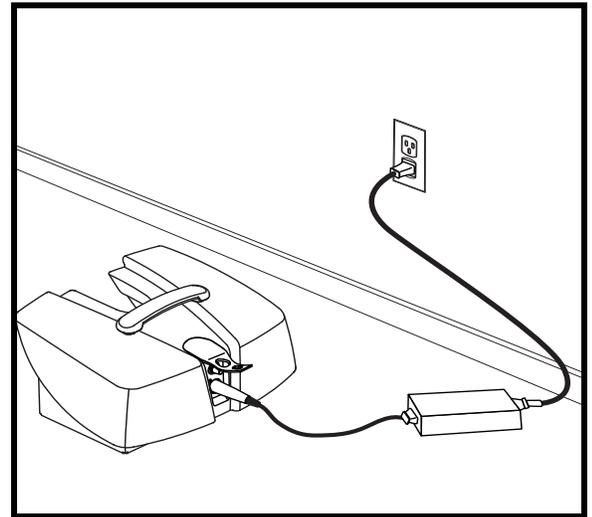

Figure 22. Recharge des batteries (Boîtier à batteries retiré)
2. Placez le boîtier près d'une prise de courant ordinaire. **Voir la figure 22.**